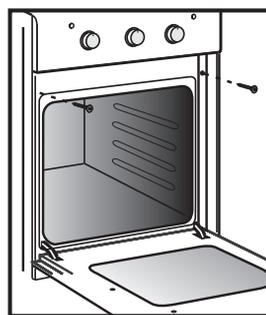

Рис. 15
- Духовка устанавливается на дно ниши и закрепляется спереди винтами с шайбами (рис. 15), прилагаемыми в комплекте.